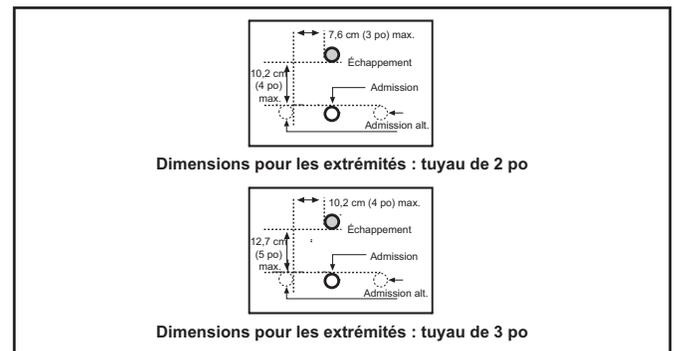

Figure 11.
Pour l'évacuation d'un seul chauffe-eau, placer les bouches d'admission et d'échappement comme indiqué à la Figure 11 ci-dessous. Pour installer plus d'un chauffe-eau, voir Évacuation de plusieurs appareils à la page 30.
7. Voir les dimensions pour les extrémités d'évacuation standard et alternatives à la Figure 11 sous Extrémité du tuyau d'évacuation.